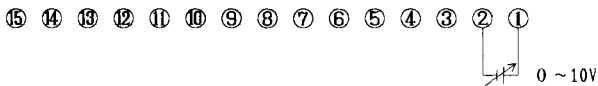

図 2
- (5) 図 2 のように、外部制御用端子の ①-② 間に制御電圧を加えます。(本文 7 ページ 図 2-2-1 の後面パネル ⑭ 参照)